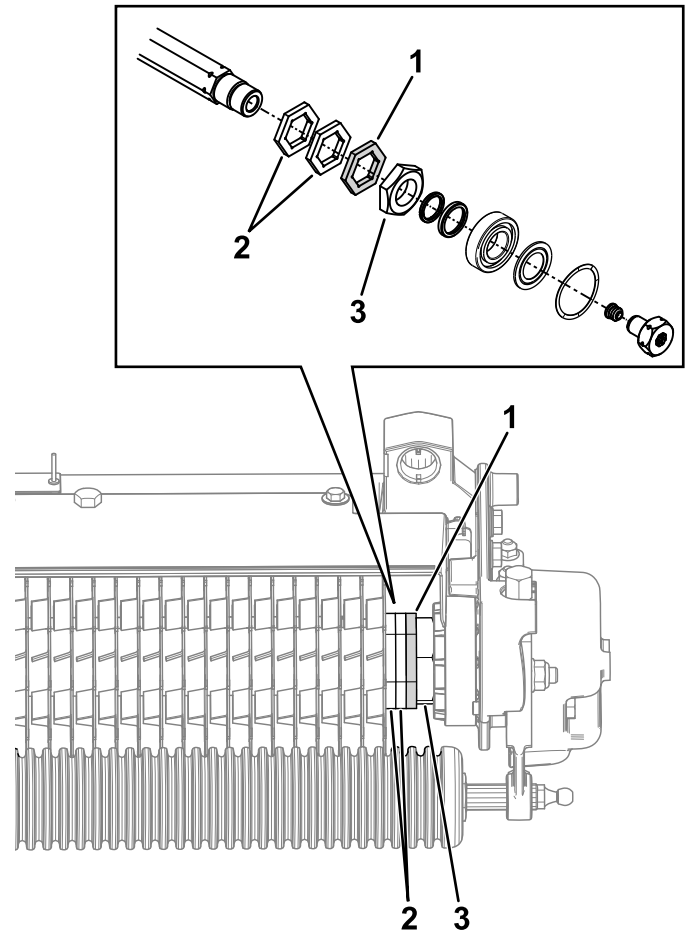

Figura 11
Si se instalan las cuchillas escarificadoras opcionales de acero de muelle (Pieza N° 121-6675), sustituya el espaciador hexagonal del extremo (Pieza N° 120-3232 – ilustrado en la Figura 11) con un espaciador principal (Pieza N° 120-3167).
**Nota:** El espaciador hexagonal del extremo está situado entre un par de espaciadores hexagonales y una tuerca hexagonal, como se muestra en la Figura 11.